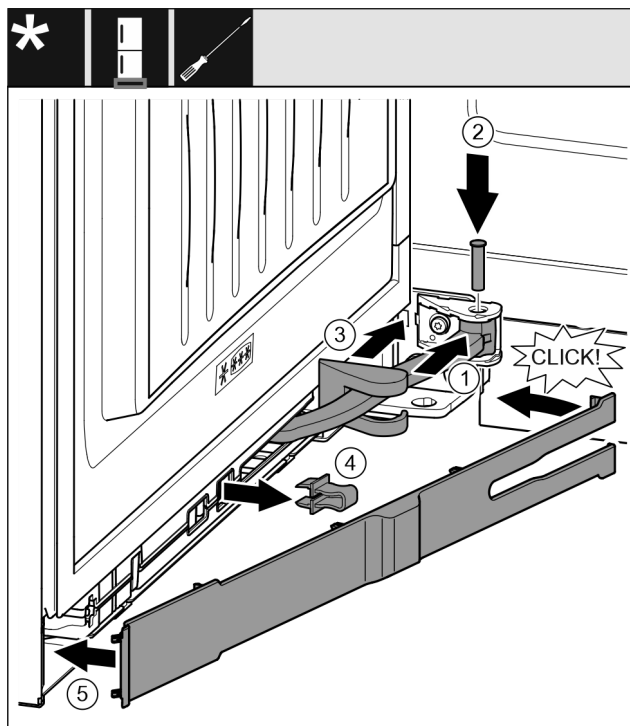

Fig. 43
- ▶ Okrenite zglobov Fig. 43 (1) u ovjesu.
- ▶ Odvijačem umetnite svornjak *Fig. 43 (2)* u ovjes i zglob. Pritom se pobrinite za to da uskočna izbočina ispravno leži u utoru.
- ▶ Pomaknite pokrov podloška ležaja *Fig. 43 (3)* uzduž zgloba i montirajte ga iznad ovjesa.
- ▶ Skinite osigurač *Fig. 43 (4)*.
- ▶ Postavite masku *Fig. 43 (5)* na stranu ručke i zakrenite je prema unutra.